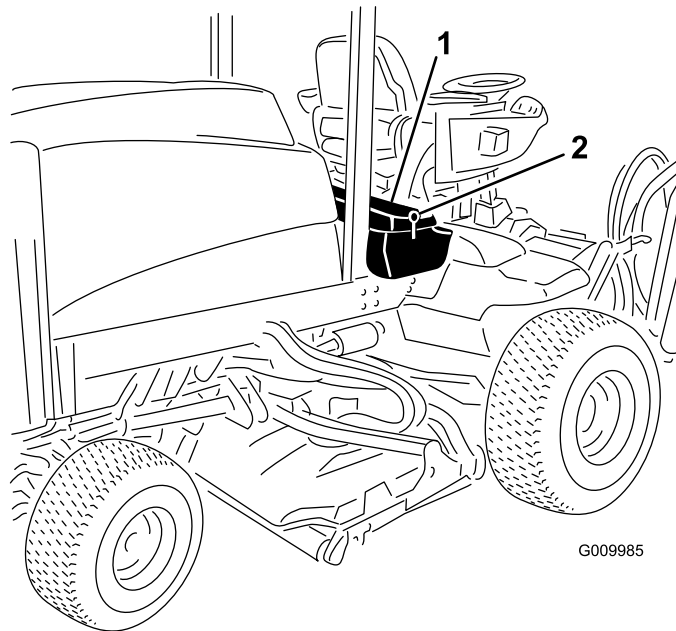
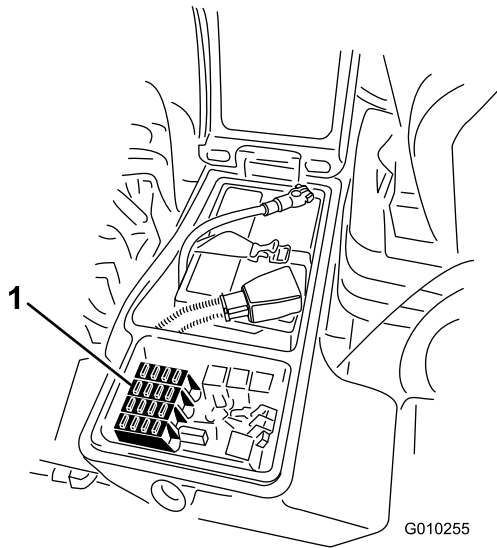

Figure 58
Figure 59
1. Ouvrez le verrou du couvercle du bac de rangement droit et soulevez le couvercle (Figure 58).
1. Ouvrez le verrou du couvercle du bac de rangement droit et soulevez le couvercle (Figure 58) pour exposer le porte-fusibles (Figure 59).
2. Remplacez les fusibles qui ont fondu selon les besoins (Figure 59).
3. Refermez le couvercle du bac de rangement droit et fixez-le en place avec le verrou (Figure 58).